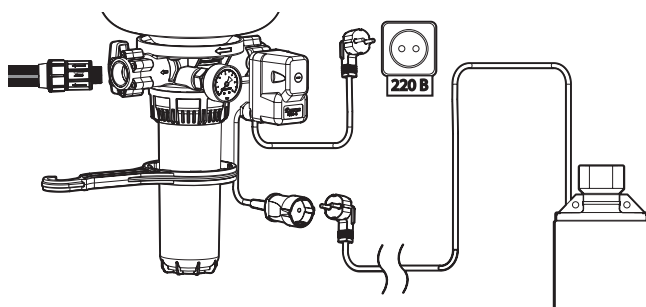

Рисунок 4
8. После монтажа насоса и проверки качества соединения КРАБ с насосом и с водопроводной сетью, подключите КРАБ к источнику электропитания с напряжением 220 В (рисунок 4).
8. После монтажа насоса и проверки качества соединения КРАБ-Т с насосом и с водопроводной сетью, подключите КРАБ-Т к источнику электропитания с напряжением 220 В (рисунок 4).